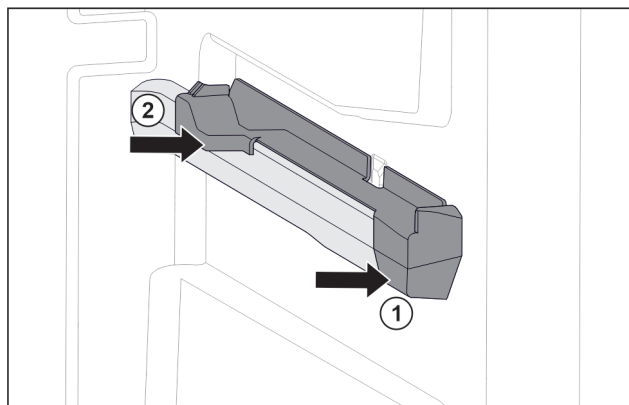

Fig. 75 Element nasadzany na prawym żebro pojemnika
- ▶ Umieścić element nasadzany z przodu na żebro pojemnika. Fig. 75 (1)
- ▶ Docisnąć element nasadzany z tyłu. Fig. 75 (2)